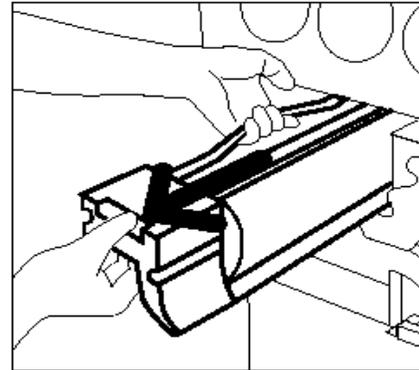

Figura 30: Retirar o Cartucho de cópia/impressão e segurar a correia
- 3 Segure o desengate da alavanca dourada do Cartucho de cópia/impressão com a mão direita e empurre-o para liberar o grampo, conforme ilustrado na Figura 30. Retire o cartucho lentamente, até que a correia na parte superior do mesmo se torne visível.
- 4 Segure a correia com a mão esquerda e retire por completo o cartucho da copiadora/impressora, conforme ilustrado na Figura 30.